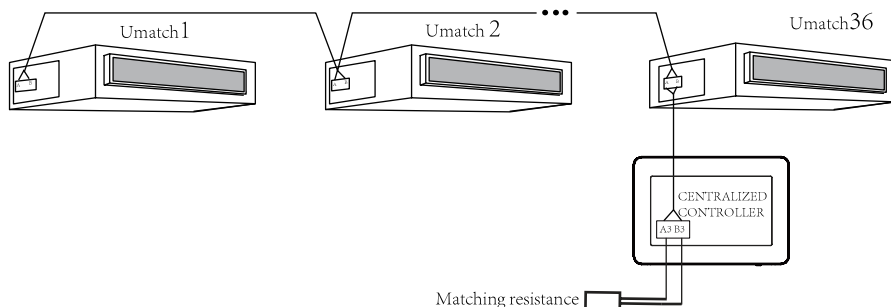

Рис. 3-7 Центральный пульт подключён к блокам PAC
- (1) Контроллер совместим с блоками PAC. Один контроллер может обеспечить управление до 36 блоков.
- (2) Подключитесь согласно рис.3-7. Контроллер должен подключаться к клеммной колодке блока. Подключите порты контроллера A3 и B3 к портам A и B, коммуникационным кабелем. Нагрузочный резистор необходимо установить с помощью кабеля связи на клеммы A3 и B3
- (3) Адрес внутреннего блока должен быть установлен в диапазоне от 1 до 36 и отличаться друг от друга. Одинаковые адреса приведут к сбою связи.